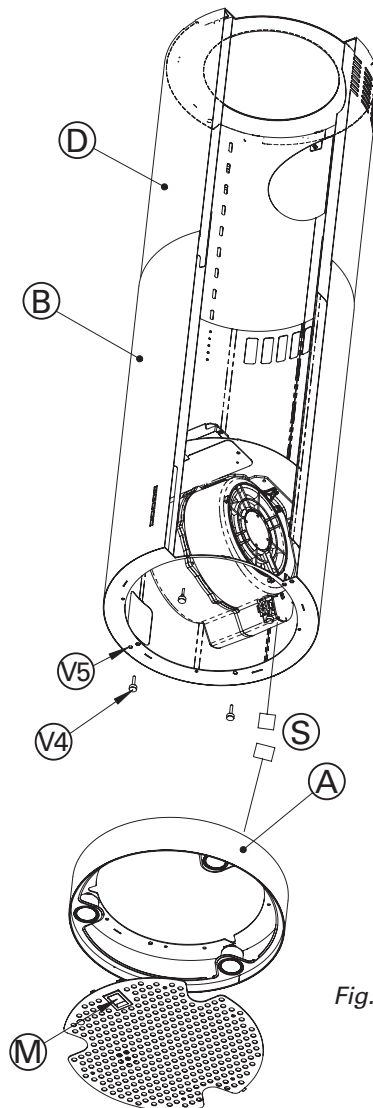

Fig. 3/Abb. 3
- 1) Rimuovere la griglia del fondo (corpo A) agendo sulla maniglietta (M).
- 2) Disconnettere il connettore (S) del cavo dei faretti.
- 3) Rimuovere il corpo (A) dall'assieme camino-prolunga (B+D) svitando le 4 viti metriche M4 zigrinate (V4).
- 4) Svitare leggermente le viti metriche (V5) di centratura e di antirotazione presenti nella flangia inferiore del cono (B), quindi centrare le asole del vetro con le viti metriche.
- 5) Agganciare il corpo (A) all'assieme camino-prolunga (B+D) con le 4 viti metriche M4 zigrinate (V4).
- 6) Riconnettere il connettore (S).
- 7) Riagganciare la griglia del fondo agendo sulla maniglietta (M) (fig. 3).
- 1) Remove the metal filter using the handle (M).
- 2) Disconnect the connector (S) of the halogen light cable.
- 3) Remove the inferior cone (A) screwing off the 4 metric screws (V4).
- 5) Hang the inferior cone (A) to the chimney +extension assembly (B+D) using the 4 metric screws (V4).
- 6) Connect the connector (S).
- 7) Fix the metal filter using the handle (M) (fig. 3).
- 1) Enlever la grille du fond (corps A) à l'aide de la petite poignée (M).
- 2) Débrancher le connecteur (S) du câble des spots.
- 3) Enlever le corps (A) de l'ensemble cheminée – rallonge (B+D) en dévissant les 4 vis M4 moletées (V4).
- 4) Dévisser légèrement les vis métriques (V5) de centrage et d'antirotation présentes sur le bord inférieur du cône (B), centrer alors les fentes de la vitre avec les vis métriques.
- 6) Rebrancher le connecteur (S).
- 7) Remettre en place la grille du fond à l'aide de la petite poignée (M) (fig. 3)
- 1) Quitar el filtro (cuerpo A) por su manilla (M).
- 2) Desconectar el conector (S) del cable de las conexiones .
- 3) Quitar el cuerpo (A) del conjunto tubo inferior-superior (B+D) desatornillando los 4 tornillos M4 (V4).
- 4) Destornillar ligeramente los tornillos (V5) de centrado y de antigiro presentes en la franja inferior del cono (B) centrar el cristal con los tornillos métricos.
- 5) Enganchar el cuerpo (A) al conjunto tubo inferior-superior (B+D) atornillando los 4 tornillos M4 (V4).
- 6) Conectar el conector (S).
- 7) Colocar de nuevo el filtro (fig. 3).
- Отсоединить коннектор (S) от кабеля освещения.
- Вновь подсоединить коннектор (S).
- Вновь надеть нижнюю сетку, воздействуя на рычажок (М) рис. 3.